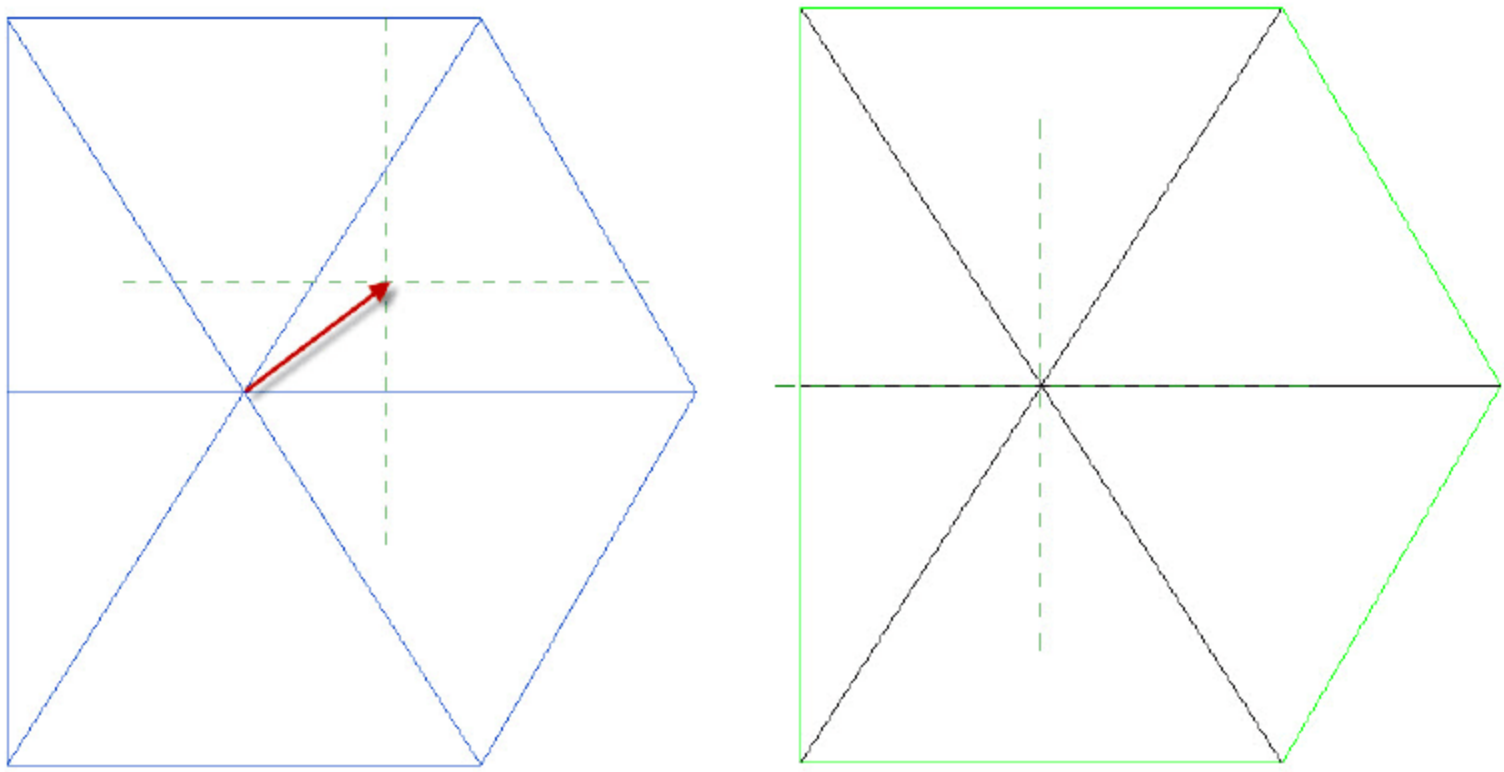

图 2.1.67 调整导入图形
(3) 调整导入 CAD 图形的中心位置。在“楼层平面”视图中，选择导入的图形，按快捷键 M+V，将图形的几何中心移到“参照标高”的交点（十字虚线的交点），如图 2.1.67 所示。导入的图形将作为绘制多边承台的辅助线。